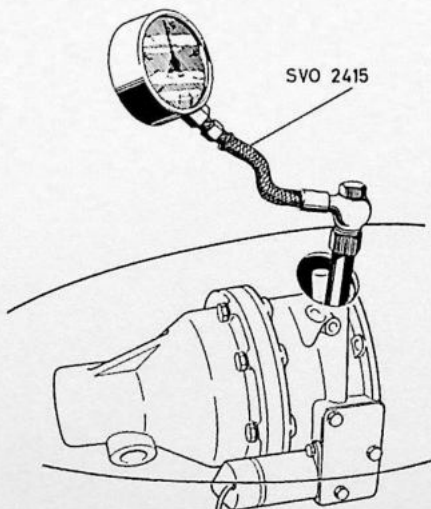

Fig. 4-52. Controle van de oliedruk
2. Verwijder de stop boven de bedieningsplunjer en verbind de oliedrukmeter SVO 2415; zie Fig. 4-52. N.B. De veer (49), stift (52) en kogel (53) moeten op hun plaats blijven.